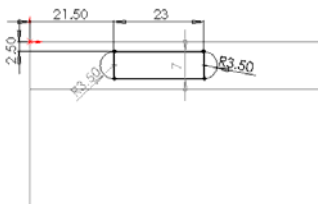
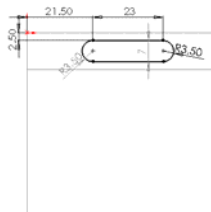

图 10-6 标注的草图
图 10-7 剪裁后的草图
3) 单击[草图]控制面板中的[智能尺寸]按钮, 标注上一步绘制草图的尺寸及其定位尺寸, 结果如图 10-6 所示。
4) 执行[工具]||[草图绘制工具]||[剪裁]菜单命令, 或者单击[草图]控制面板中的[剪裁实体]按钮, 裁减图 10-6 中圆弧与矩形的交线, 结果如图 10-7 所示。